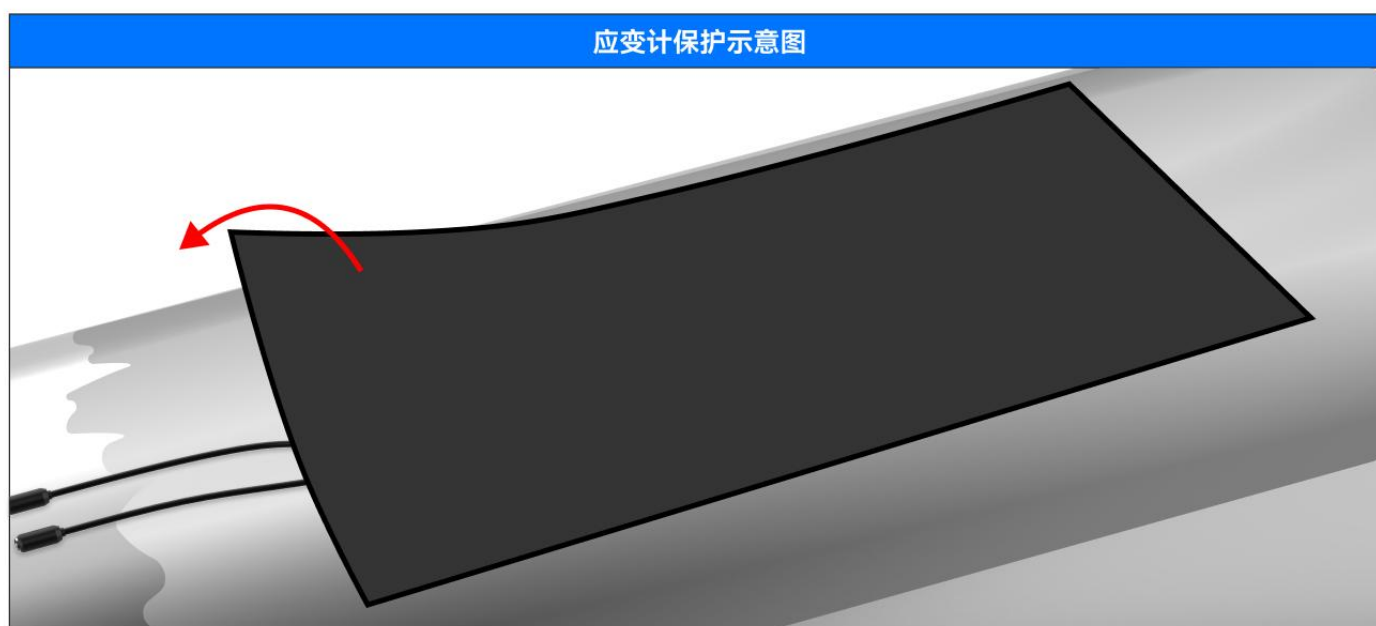

图3.25
6. 切割一条约50 x 100mm的保护层。其应足够大，以覆盖箔片区域并粘在清洁的轴区域上。小心地将胶泥牢固地压在应变计电缆上，但使其露出，如图3.25。